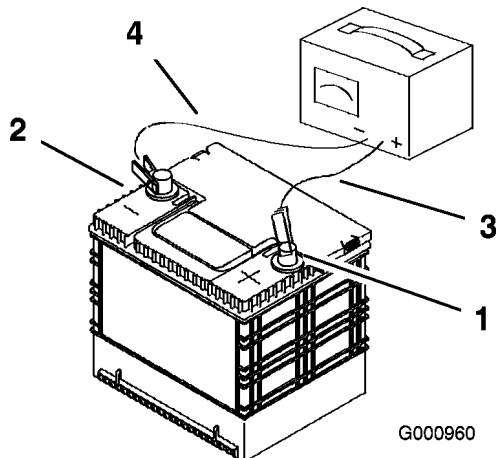

Bild 46
2. Wenn die Batterie voll geladen ist, ziehen Sie den Stecker des Ladegeräts aus der Dose. Klemmen Sie dann die Klemmen des Ladegeräts von den Batteripolen ab (Bild 46).